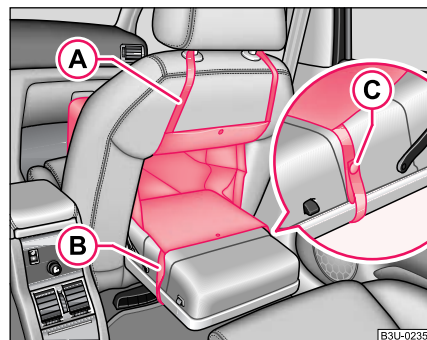

Fig. 58 Scaunul pasagerului din dreapta: sacul de protecție.
- Trageți centura **A** prin orificiul din scaunul pasagerului din dreapta, și treceți peste tetiere ⇒ Fig. 58.